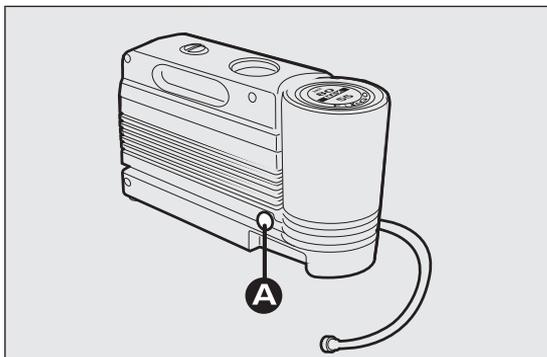

Abb. 187
- Die Taste A Abb. 187 drücken, um die Austauschdose frei zu geben;